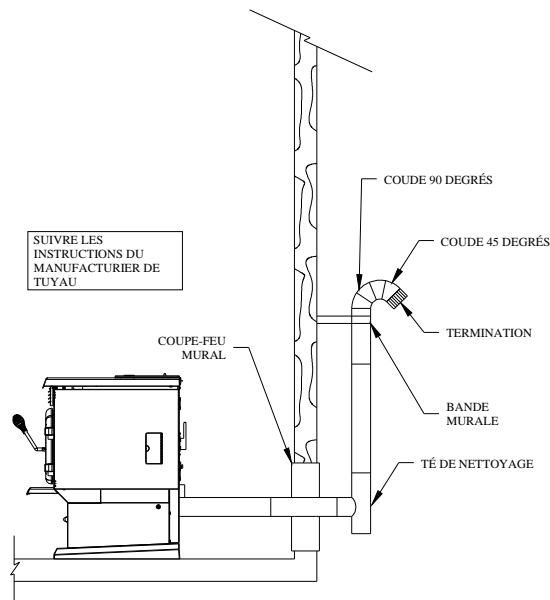

FIGURE 7
A. INSTALLATION HORIZONTALE À TRAVERS UN MUR (voir figures 7, 8 ou 10)